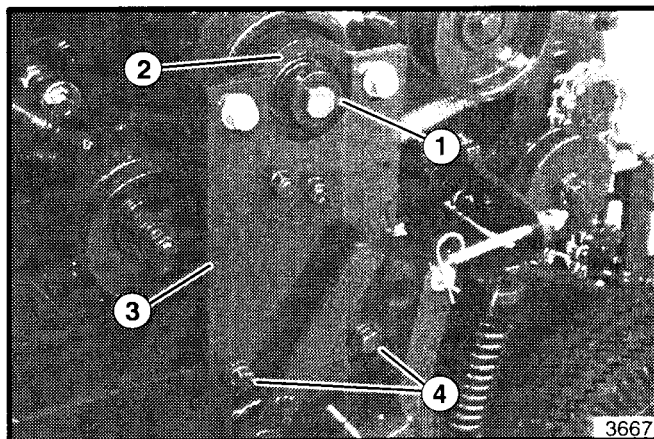

Abbildung 17. Stütze des Antriebswellenlagers
4. Die Stellschraube im Schließring an der Antriebswelle lösen (siehe Abbildung 17). Ein Locheisen in das kleine Loch im Schließring einführen und mit einem Hammer den Ring etwa 1/4 Drehung im Uhrzeigersinn klopfen (in der entgegengesetzten Richtung der Drehrichtung des Motors). Den Schließring entfernen.